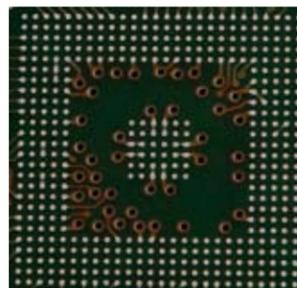

Bild 2: Im Design ohne Fanout ist mehr Platz
- Platzgewinn durch das Entfallen der Fanout-Pads für die Microvias. Dadurch lässt sich der Pitch weiter verkleinern (Bild 2).